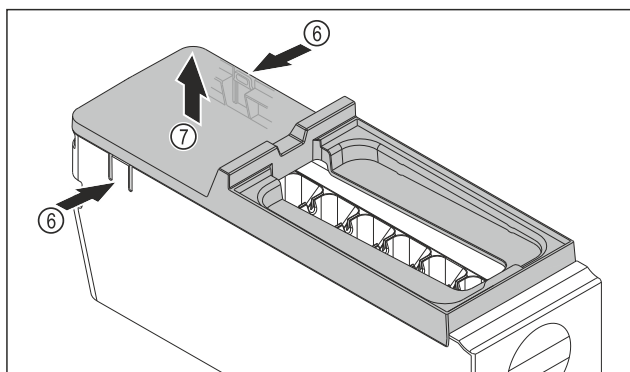

Fig. 106
- Retirer le couvercle du corps de l'EasyTwist-Ice : D'une main, pousser les languettes Fig. 106 (6) des deux côtés du corps de l'EasyTwist-Ice.
- De l'autre main, retirer le couvercle Fig. 106 (7) vers le haut.